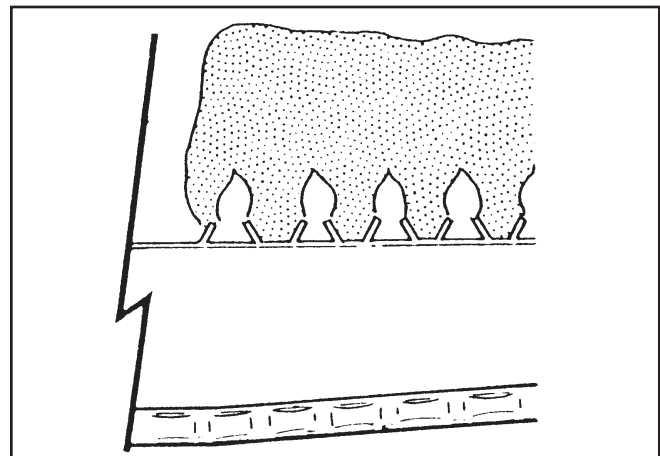

Figura 23. Llama del quemador principal
- b. Elevarse de 1 a 4 pulgadas (25mm a 102mm) sobre la superficie del quemador (véase Figura 23).